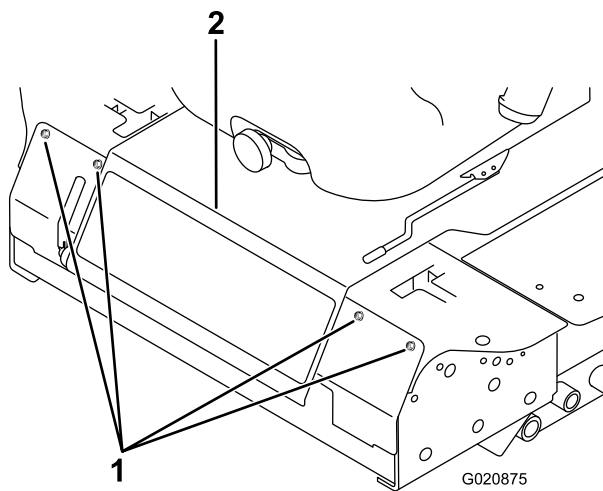

Figura 84
3. Afloje los pernos del panel delantero y retire el panel (Figura 84).